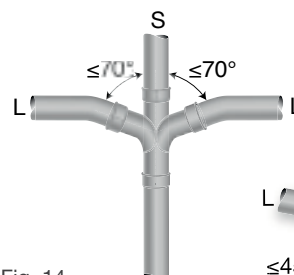

Fig. 14
- Liggande ledningar (L) som ska anslutas från motsatt håll till samma stående ledning (S) med dubbelgrenrör ska anslutas med vinkel  $\alpha \leq 70^\circ$ . Se fig. 14.